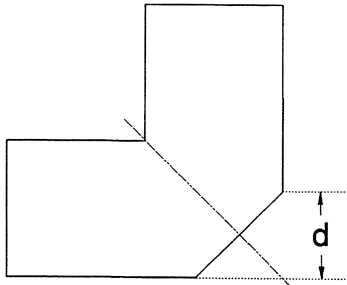

Fig. 3.2 The optimizable parameter d .
- 1 Define the optimizable parameter d as shown in Fig. 3.2.